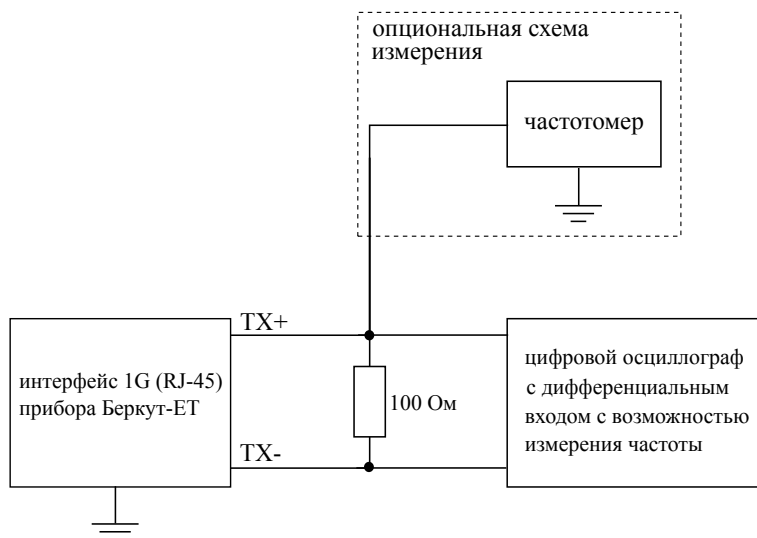

Рис. 9.1. Схема подключения
Проверку частоты тестового сигнала интерфейса 1G Ethernet проводят в соответствии со схемой, представленной на рис. 9.1.
3. Подключить анализатор по схеме, представленной на рис. 9.1.